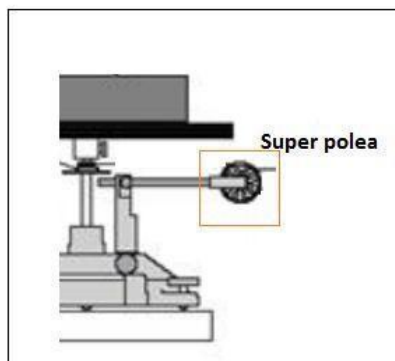

Figura 6. Instalación del hilo a través de la súper polea.
6. Con ayuda del docente o del auxiliar encargado del laboratorio, instale un hilo que vaya desde el eje del sistema rotacional, que pase por la cavidad de la súper polea y llegue máximo hasta 10 cm antes de tocar el suelo como se muestra en la **figura 6**.